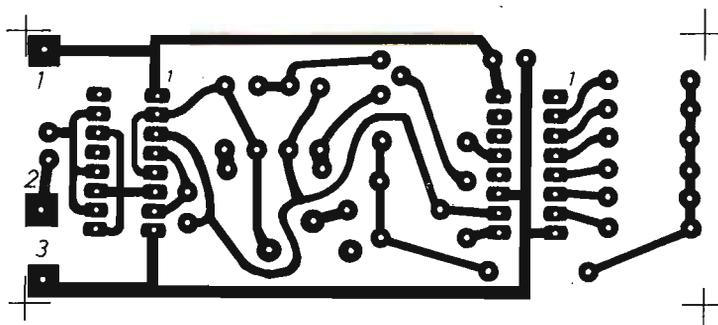

Fig. 3 - Disegno in grandezza reale del circuito stampato da riprodurre su una basetta supporto di forma rettangolare e delle dimensioni di 9,1 cm x 3,5 cm.
**Fig. 3 - Disegno in grandezza reale del circuito stampato da riprodurre su una delle due facce di una bassetta-supporto, di forma rettangolare, di materiale isolante e delle dimensioni di 6,7 cm x 4,5 cm.**